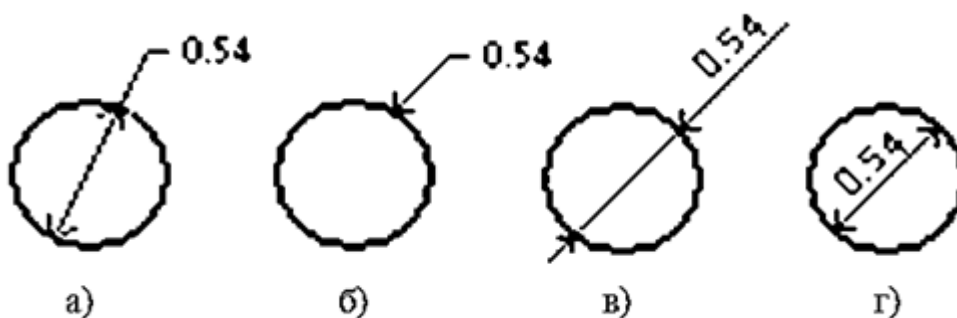

Рис. 2.2. Варианты простановки диаметрального размера
Нанесение диаметрального размера выполняется созданием объекта **AcadDimDiametric** с помощью метода **AddDimDiametric**. Размерная линия будет проходить под углом к горизонтальной линии. Поэтому в формулах для построения размера диаметра имеется компонент, указывающий на то, что он будет повернут. На рис. 2.2 показаны примеры простановки диаметров.
**LeaderLength** – положительная величина, представляющая расстояние от ChordPoint до текста, указывающего величину диаметра или до «полки» размерной линии (рис. 2.2, а, б). Имеет тип Double.